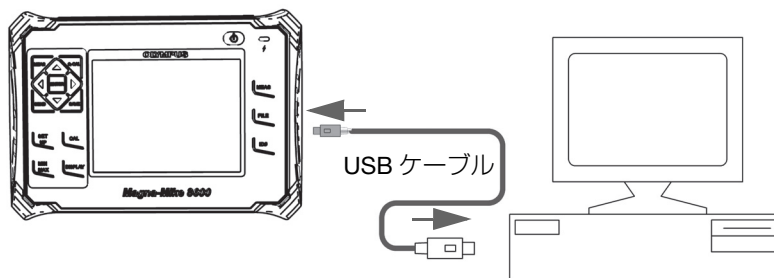

図 8-2 Magna-Mike 8600 とコンピュータの接続
7. USB ケーブルの一端を Magna-Mike 8600 の I/O ポートカバーの下にある USB クライアントコネクタに接続し、他端をコンピューターの USB ポートに接続します（147 ページ図 8-2 参照）。